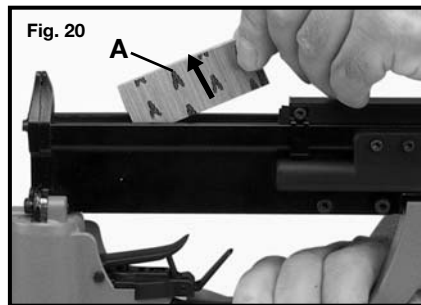

Fig. 20
3. Insérez une bande d'éléments de fixation homologués (A) Fig. 20. Assurez-vous que la flèche imprimée sur les éléments de fixation pointe vers le haut comme indiqué. **REMARQUE** : Le sens de la flèche indique le sens d'enfoncement des clous sans tête.